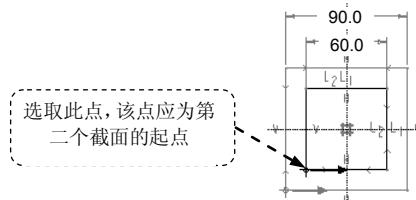
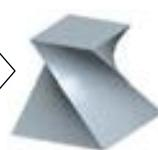

图 5.26.8 定义截面起点
图 5.26.9 扭曲的混合特征
(1) 选择图 5.26.8 所示的点，再右击，从弹出的快捷菜单中选择 **起点 (S)** 命令（或选择下拉菜单 **草绘 (S)** → **特征工具 (T)** → **起点 (S)** 命令）。
说明：系统默认的起始位置与草绘矩形时选择的第一顶点有关，如果截面起点位置已经处于图 5.26.8 所示的位置，可以不用修改。改变截面的起点和方向的原因如图 5.26.9 所示。
注意：混合特征中的各个截面的起点应该如图 5.26.8 所示靠近，且方向相同（同为顺时针或逆时针方向），否则会生成图 5.26.9 所示的扭曲形状